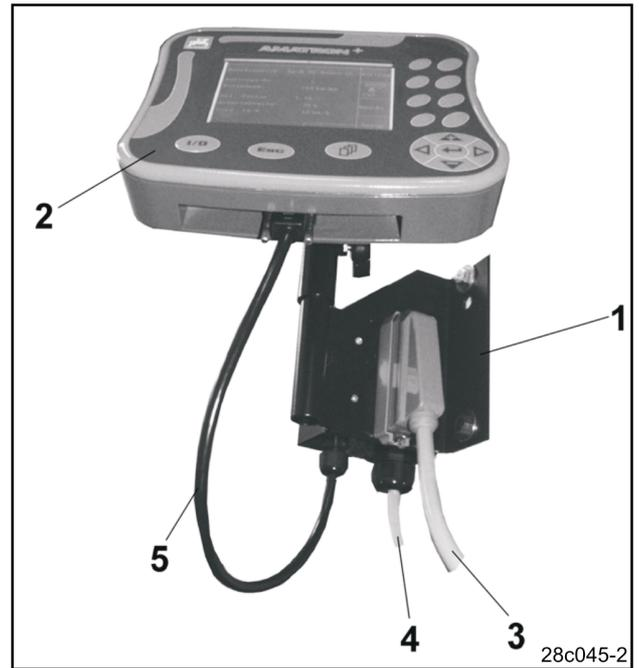
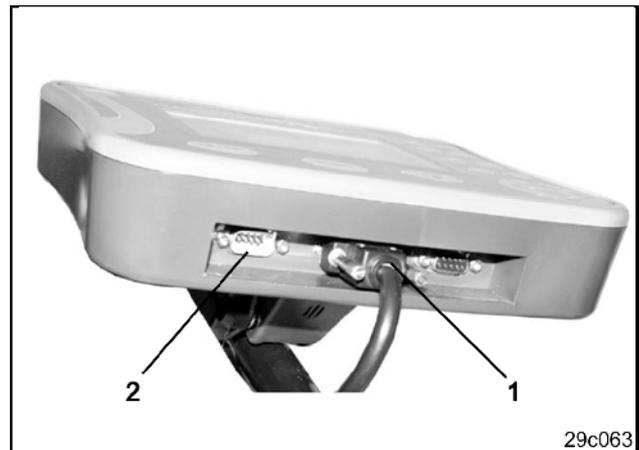

Fig. 3
Fig. 4
El terminal (Fig. 3/2) es un aparato universal y puede ser conectado a todas las máquinas **AMAZONE** con ordenador de trabajo **AMATRON+**.
Conectar el terminal (Fig. 3/2) o bien la consola (Fig. 3/1) como sigue:
- conectar la sembradora a través de la clavija de la máquina (Fig. 3/3)
- Conectar el cable de batería (Fig. 3/4) a la batería del remolcador. Indicaciones para la alimentación eléctrica, ver cap. 0
- Conectar el cable de conexión (Fig. 3/5) al terminal (Fig. 3/2).
- Enchufar la clavija del cable de conexión (Fig. 3/5) a la hembrilla central Sub-D de 9 polos (Fig. 4/1).
- La interfaz serie (Fig. 4/2) permite la conexión de un terminal GPS.